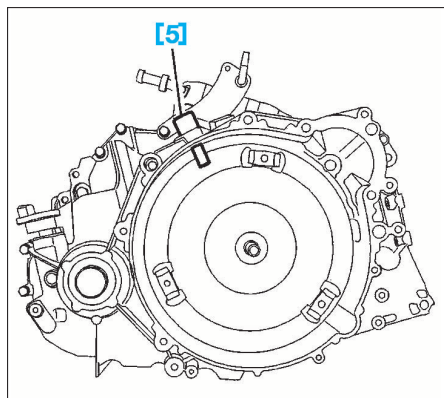

FIG. 9
- Mettre en place la pigne de maintien convertisseur [5] (Fig.9).